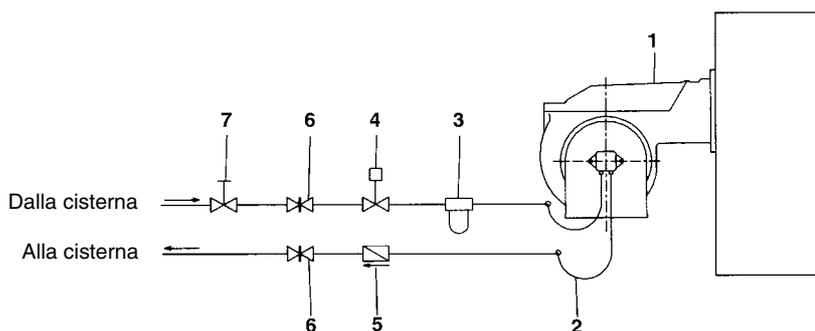

Fig. 6 - Sistema bitubo
**NOTA:** negli impianti a gravità e ad anello, inserire un dispositivo di intercettazione automatica (vedere n. 4 - Fig. 6).